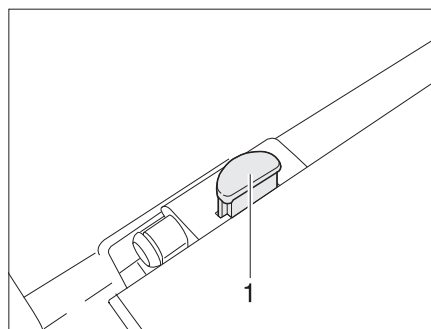

Figure 35 Verrouillage du plateau de table
- Appuyer sur le bouton de déverrouillage (Figure 35,1) sur le dispositif de verrouillage du plateau de table.